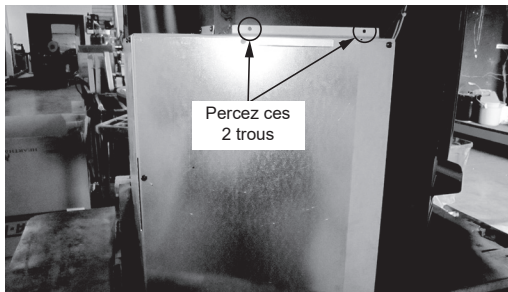

Figure 23.1
12. Utilisez la perceuse électrique avec la mèche n°26; percez 2 trous dans le côté gauche de la trémie. Ajoutez deux vis pour fixer l'ensemble carénage à l'appareil (**Figure 23.1**).